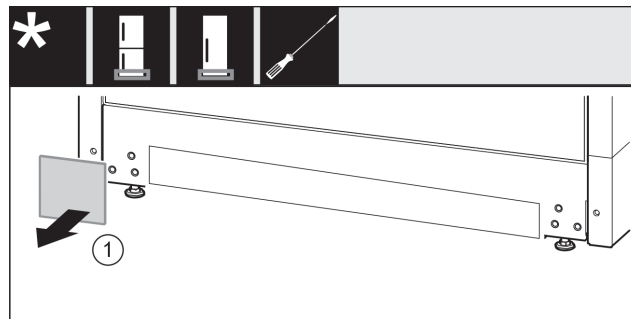

Fig. 45
- Abdeckung Fig. 45 (1) abnehmen.